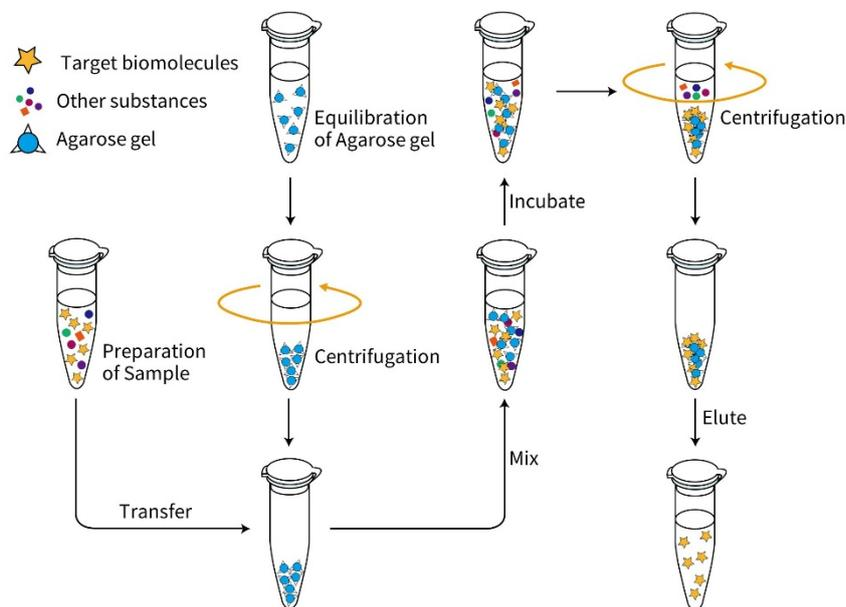

图1. 碧云天Q Agarose 6FF (Q琼脂糖凝胶) (P2071)用于非装柱的离心式直接纯化的实验流程图。
- Q琼脂糖凝胶在生物医学领域内应用非常广泛，可以特异性地纯化生物制药或生物工程下游的蛋白、多肽、抗体等；或分离细胞和植物中多糖物质，多用于分离中性、酸性和粘多糖等物质等；还可用于分离大量的基因组DNA以及细菌、细胞裂解液中质粒DNA。本产品可用于非装柱的离心式直接纯化，也可用于装柱后纯化。本产品用于非装柱的离心式直接纯化实验流程请参考图1。